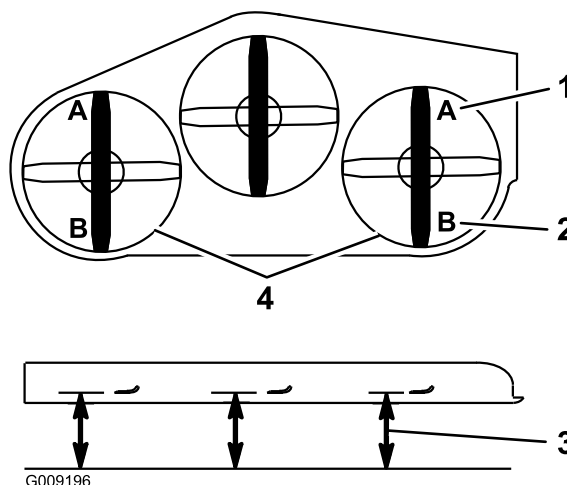

Figure 98
9. De chaque côté du plateau de coupe, mesurez la distance entre la surface plane et la pointe avant de la lame (position A), comme montré à la Figure 98.
16. De chaque côté du plateau de coupe, mesurez la distance entre la surface plane et la pointe arrière de la lame (position B), comme montré à la Figure 98.